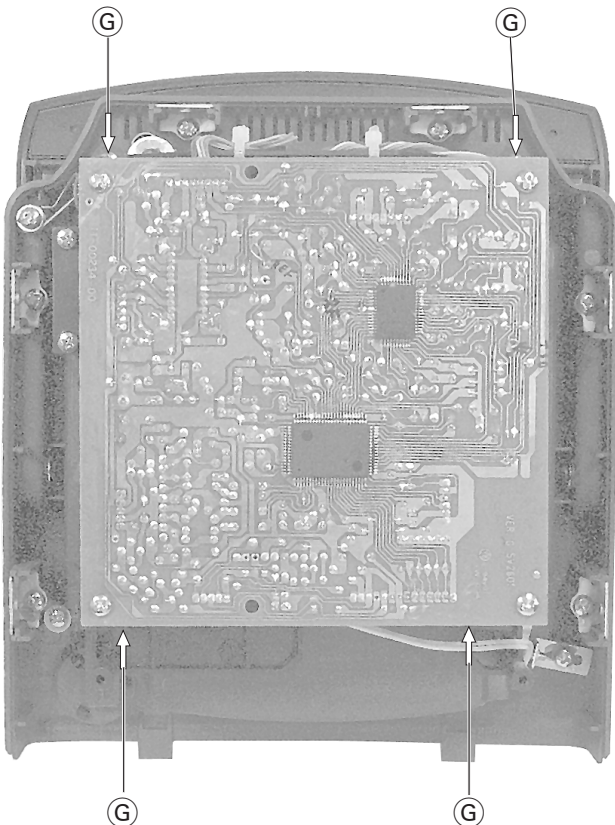

Fig. 4
- 4 Schrauben (G) herausdrehen (Fig. 4).
- Undo 4 screws (G) (Fig. 4).